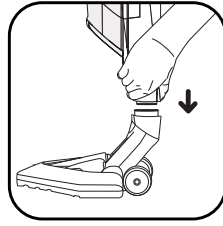

fig. 3
- Fixez ensuite la tête d'aspiration Delta (11) en la clipsant sur la partie inférieure du corps principal (fig.3).